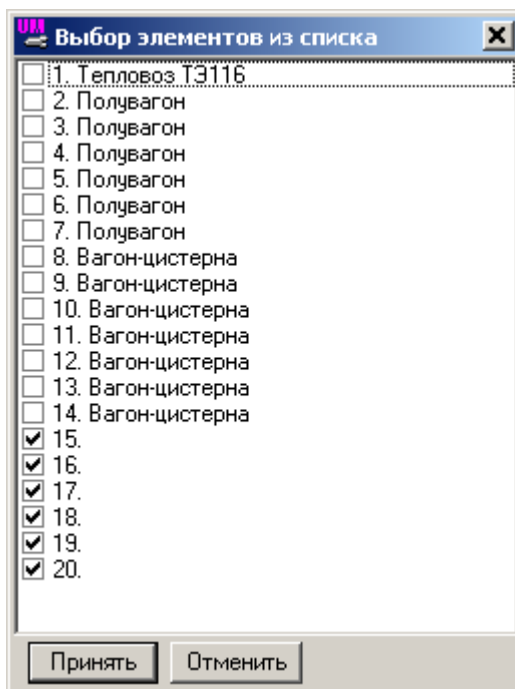

Рис. 15.3. Список экипажей поезда для пункта меню **Назначить выборочно**
- **Назначить выборочно** – выбрать из списка экипажи, которым назначить выбранный в базе (по умолчанию отмечены «пустые» экипажи – экипажи, которым не назначен ни один экипаж из базы данных), рис.15.3 .